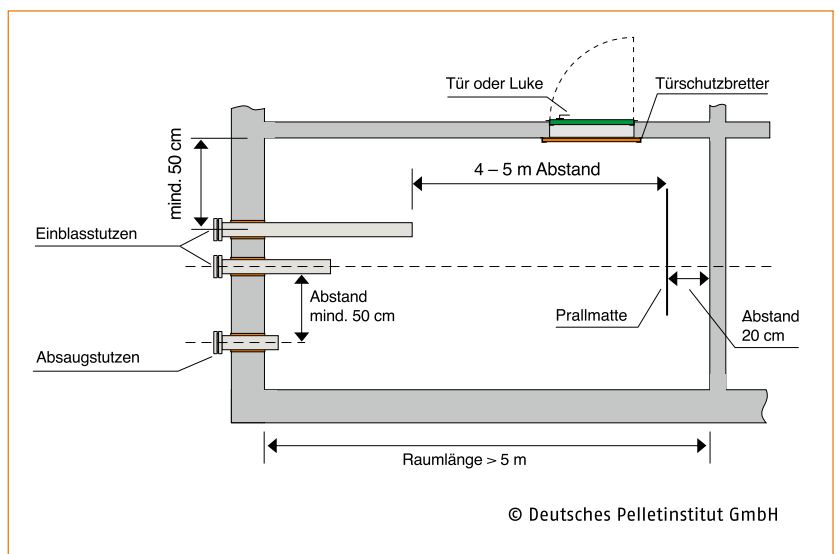

Abb. 25: Ausführungsbeispiel für lange Lagerräume (Draufsicht)
- Die Prallmatte ist in einem Abstand von 20 cm von der Rückwand an der Decke zu befestigen (s. Abb. 25).